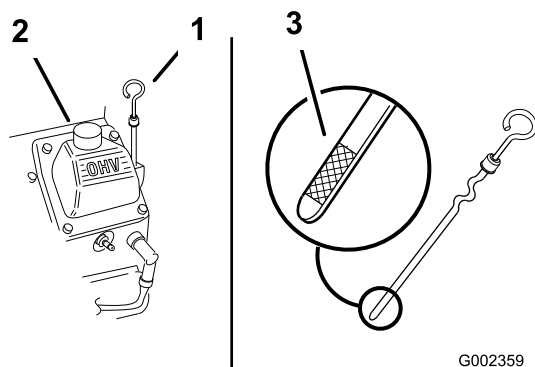

Figura 24
3. Pulite attorno all'asta di livello (Figura 24) in modo che la morchia non possa penetrare nel foro di rifornimento e danneggiare il motore.
4. Svitare l'asta di livello dell'olio e pulitene l'estremità (Figura 24).
5. Inserite a fondo l'asta di livello nel tubo di rifornimento, senza avvitare (Figura 24).
6. Versate lentamente nel tubo di rifornimento (Figura 24) l'80% circa dell'olio indicato.